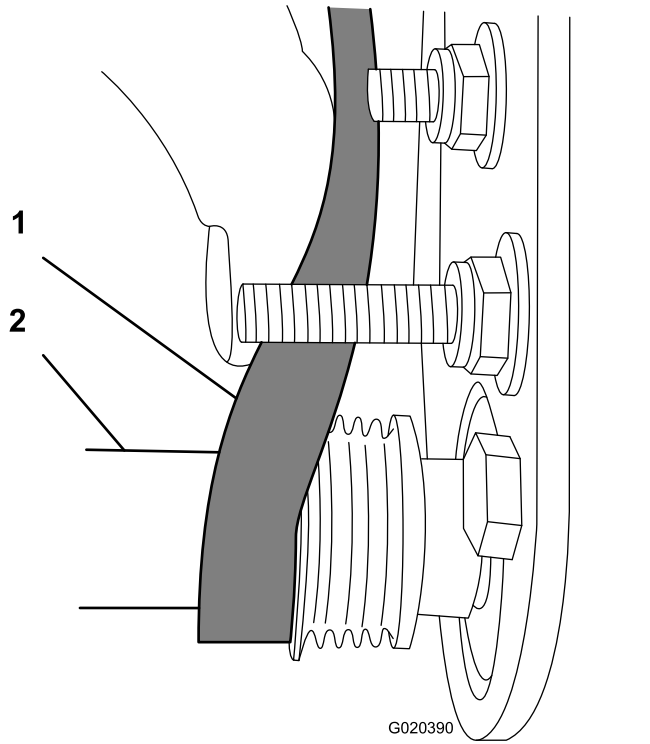

Figure 27
- B. Commencez à installer la courroie sur la poulie menée (Figure 27).
- C. Avec une clé à douille profonde de 9/16 pouce, tournez la brosse et guidez la courroie sur la poulie menée (Figure 27).